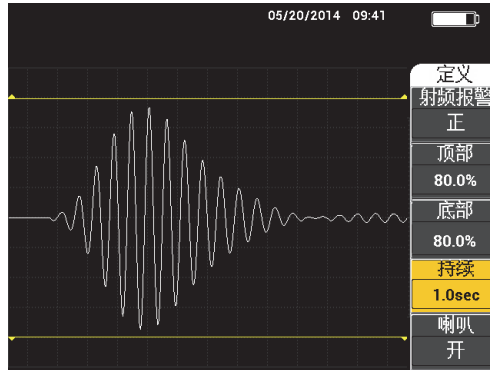

图 5-12 报警持续的控制
**持续**设置，控制在报警条件出现后报警被激活的时间。报警持续时间在 0.0 秒（关闭）到 10 秒之间可调。这个控制的示例如第 94 页的图 5-12 所示。